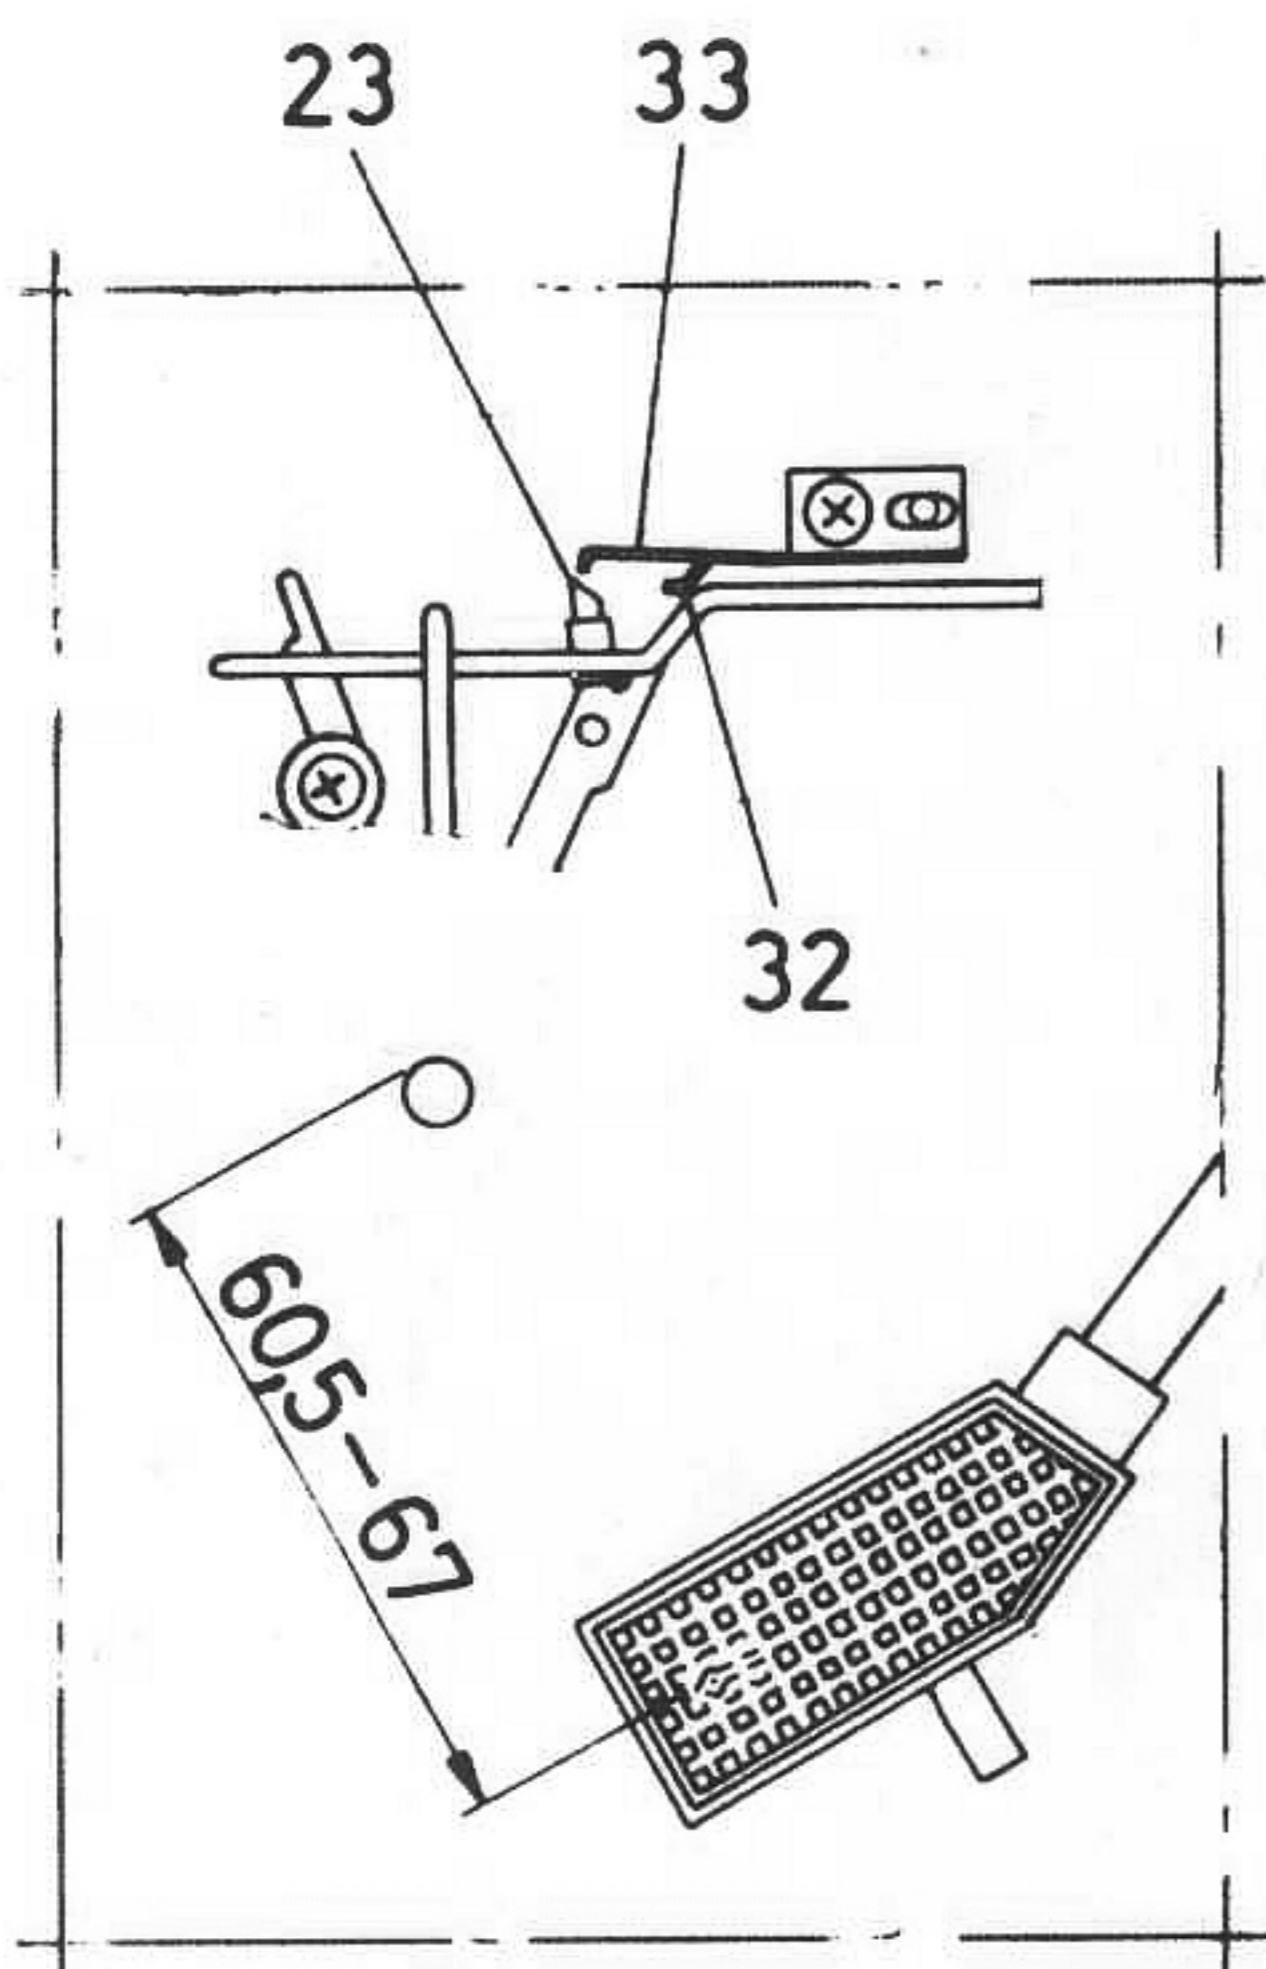

Fig. 20
12. Injustering av tonarmens läge då automatiska stoppet blir verksamt fig. 20.